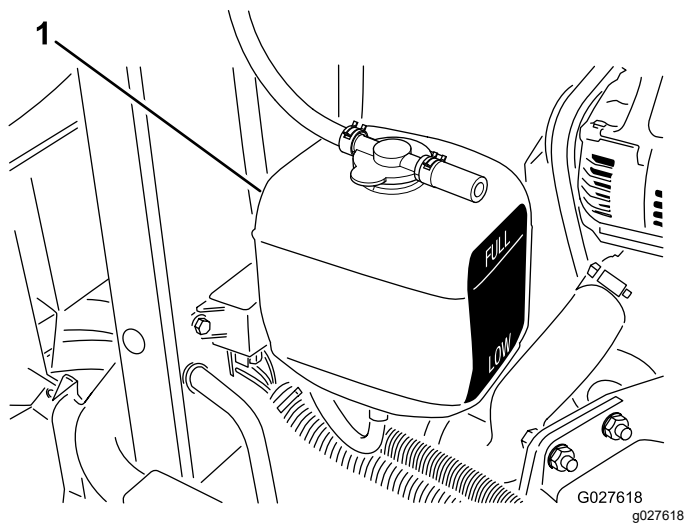

Figure 71
3. Vérifiez le niveau du liquide de refroidissement dans le vase d'expansion (Figure 71).